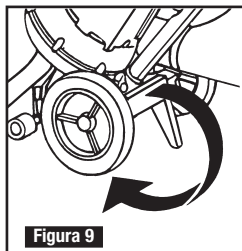

Figura 9
4. Desenganche el pedestal. Para desenganchar, mantenga ambos pies y manos alejados del mismo e incline la unidad hacia delante hasta que se desenganche (**Figura 9**).